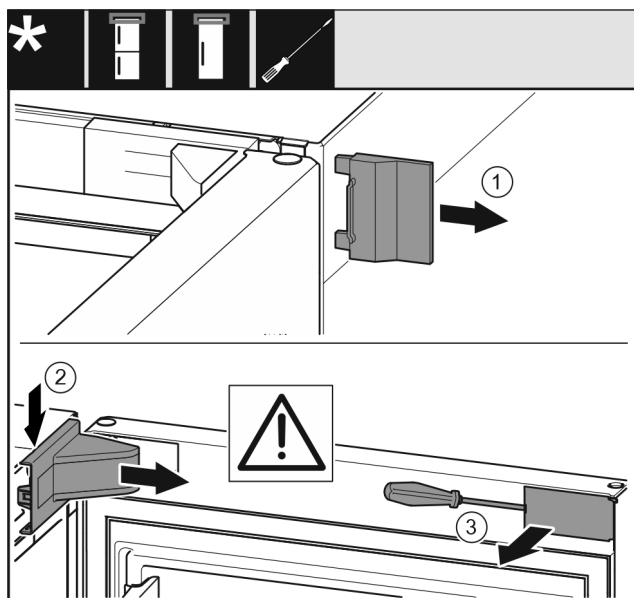

Fig. 8
- ▶ Tag den udvendige afdækning af Fig. 8 (1)
- ▶ Klik hængselkonsollens afdækning ud, og løs den. Tag hængselkonsollens afdækning af Fig. 8 (2)
- ▶ Løsn blindpladen med en flad skruetrækker, og drej den til side. Fig. 8 (3)